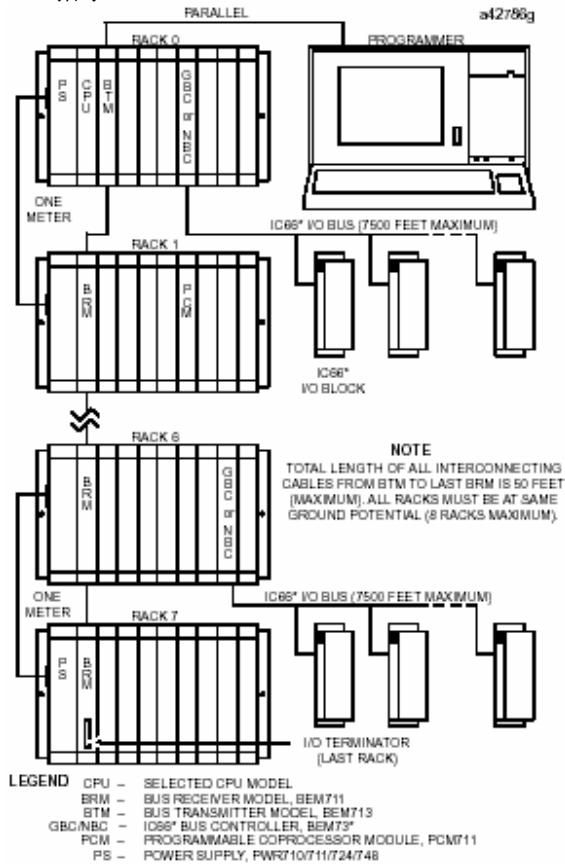

图 1. 典型PLC系统配置
- 安装在机架 0 的1槽。(见图1)
平行对接（只有MS-DOS程序设计器）连接到程序设计器总线发送器模块（IC698BEM731）顶端通道连接器上，如图1所示。编程功能的描述参见参考文献1。